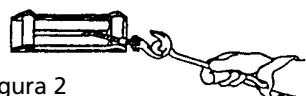

Figura 2
7. NUNCA USE EL CABRESTANTE CON MENOS DE 5 VUELTAS DE CABLE DE ALAMBRE EN EL TAMBOR DE CABRESTANTE, ya que el sujetador del extremo del cable de alambre NO RESISTIRÁ la carga. El cable de alambre de su cabrestante X9 tiene un «indicador de advertencia» rojo en cada extremo. El «indicador de advertencia» del extremo del cabrestante le advierte que el cable de alambre está en la vuelta 5 o cerca de ella. El «indicador de advertencia» del extremo del gancho del cable de alambre le advierte que el gancho está acercándose al cabrestante. SIEMPRE USE LA BARRA PROTECTORA PARA MANOS cuando guíe el cable de alambre hacia adentro o afuera (ver la Figura 2). Al usar su cabrestante, la pintura roja se desgastará con el uso normal. Cuando esto suceda, renueve la pintura roja ya que ésta es una característica de seguridad del cabrestante.